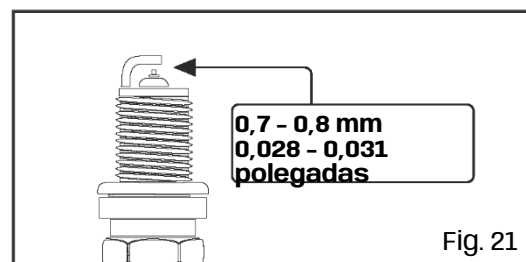

Fig. 21
6. Meça a folga da vela com um medidor de folga de velas de ignição. A folga deve ser de 0,7 - 0,8 mm (0,028 - 0,031 polegadas) (Fig. 21). Se necessário, ajuste cuidadosamente a folga.